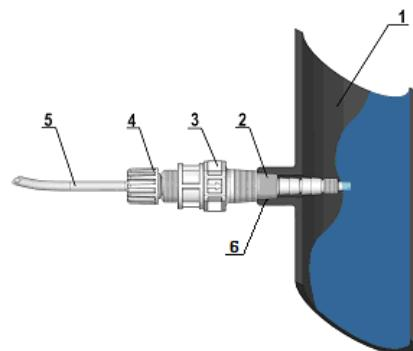

Fig. 7 - Montage raccord
Tant sur le tuyau de refoulement que sur celui d'aspiration, il faut éviter les coude excessifs afin de ne pas provoquer des étranglements sur le tuyau. Appliquer sur le conduit de l'installation à traiter, au point le plus approprié pour effectuer l'injection du produit à doser, un raccord de 3/8" ou 1/2" femelle. Ce raccord est exclu de la fourniture. Visser la vanne d'injection dans le "raccord joint en utilisant" un ruban en PTFE voir fig. 7. Connecter le tube au raccord conique de la vanne d'injection et le bloquer à l'aide de la frette spécifique (4). La vanne d'injection est également un clapet de non-retour.